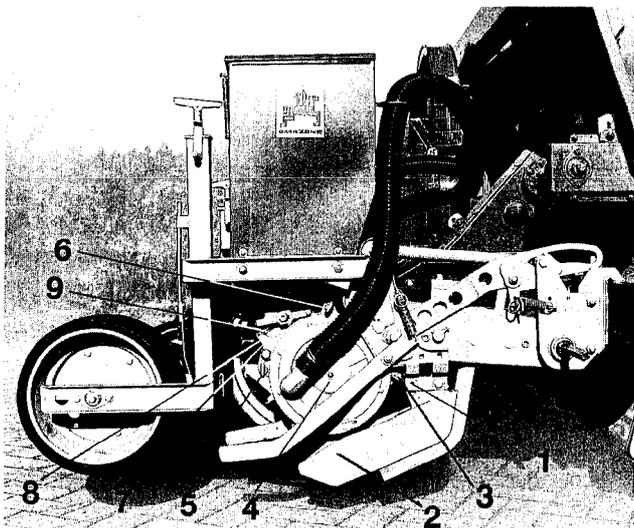
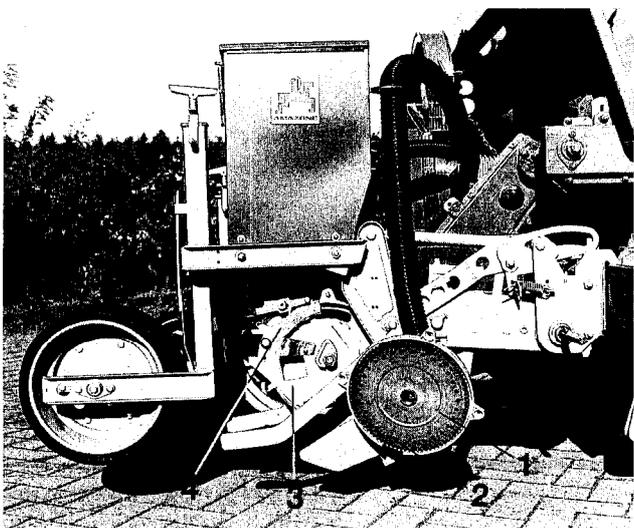
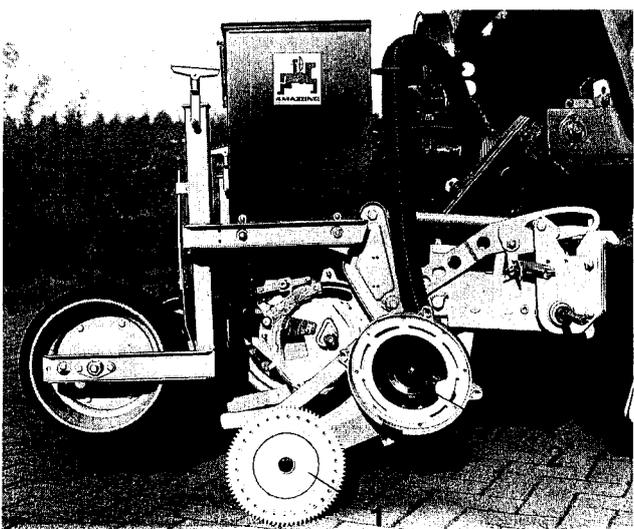

Fig. 12
Fig. 13
Fig. 14
- Säaggregat hochstellen (Fig. 12) (hierzu siehe Kap. 9.1) oder komplette Einzelkornsämaschine anheben.
- Hintere Schraube (Fig. 12/1) der Scharhalterung lösen und Schar (Fig. 12/2) nach unten schwenken.
- Vordere Ringmutter (Fig. 12/3) am Saugdeckel (Fig. 12/4) lösen, hintere und obere Ringmutter (Fig. 12/3, Fig. 12/6) abschrauben und Saugdeckel nach hinten wegziehen.
- Saugdeckel mitsamt der Vereinzelnungsscheibe (Fig. 13/1) abnehmen.
- Neue Scheibe (Fig. 14/1) gegen bisherige Scheibe (Fig. 13/7) im Saugdeckel austauschen.
**Noppen (Fig. 13/2) müssen zum Gehäuse (Fig. 13/3) und nicht zum Saugdeckel (Fig. 14/2) zeigen.**
- Gängigkeit der Abstreifer (Fig. 12/7, Fig. 13/4) überprüfen. Hierzu Abstreifer (Fig. 12/7) durch mehrmaliges leichtes Verschwenken am Hebelarm (Fig. 12/8) - wo die Feder (Fig. 12/9) eingehängt ist - aus seiner Position auslenken.